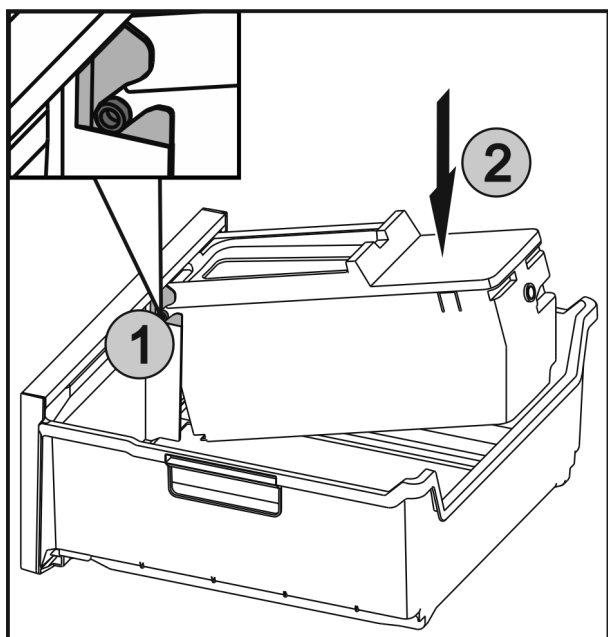

Fig. 31
- ▶ De assen Fig. 31 (1) van EasyTwist-Ice in de geleidingen schuiven en de achterste zijde Fig. 31 (2) erin drukken tot de lip vergrendelt.